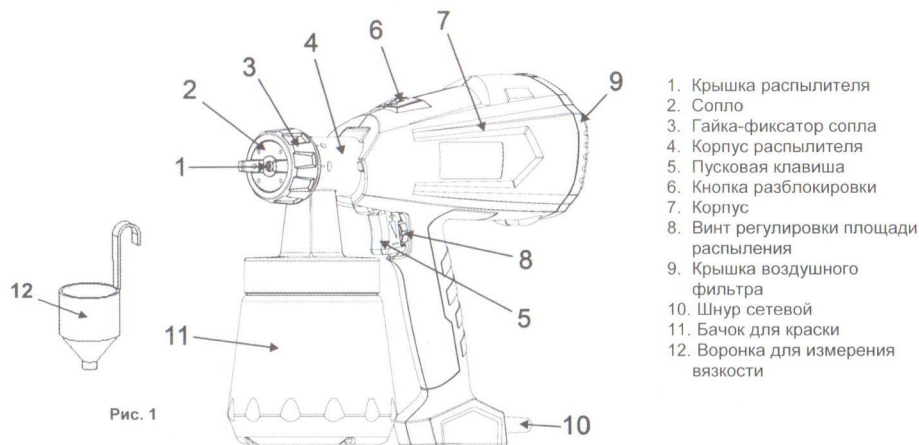

Рис. 1
- Для определения густоты краски, в комплект поставки входит специальная воронка (12)(См. Рис.1).
- Установите бачок для краски (11)(См. Рис.1) на ровной поверхности.
- Пометите над ним воронку (12)(См. Рис.1), как показано на рисунке 2.
- Для снятия распылителя - нажмите кнопку блокировки (6)(См. Рис.1; 3) и извлеките распылитель.
- Для включения краскораспылителя нажмите пусковую клавишу (5)(См. Рис.1).
- Для изменения струи отключите краскораспылитель от сети питания, открутите гайку-фиксатор сопла (3)(См. Рис.1, 5), извлеките сопло.
- Включите краскораспылитель и поверните регулятор струи (8)(См. Рис.1) против часовой стрелки, до тех пор, пока не будет оптимальной формы пятна распыления.